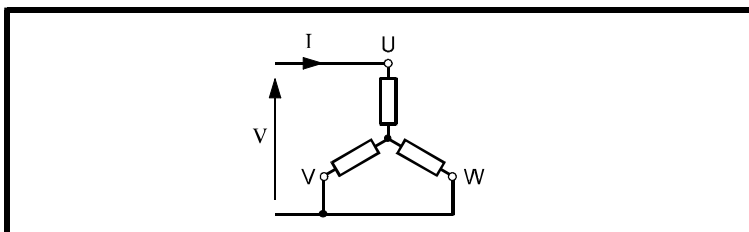

Figura B-1 Conexión de un motor a una fuente de CC para la alineación mecánica del eje del resolver
- 3 Aplique una *corriente continua* del 50% de la intensidad nominal del motor mediante los devanados del motor, tal como se muestra en la Figura B-1